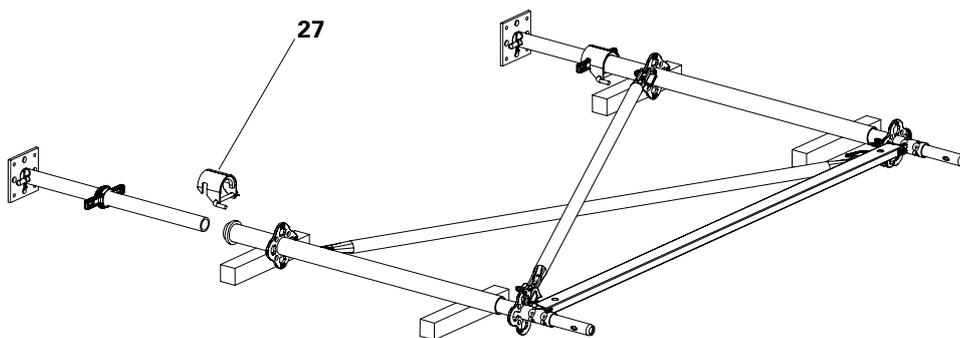

Fig. A3.07a
3. Insertar las bases regulables ya preparadas en los verticales de arranque (25) y asegurar con la fijación husillo (27). (Fig. A3.07a)